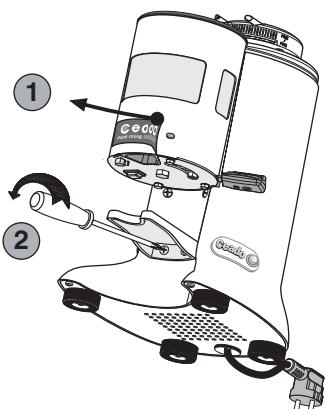

Fig. 13
- Enlever l'adhésif Ceado du doseur (1, Fig. 13) et démonter la fourche d'appui en dévissant les
vis (2, Fig. 13). Garder ces dernières dans un endroit sûr.